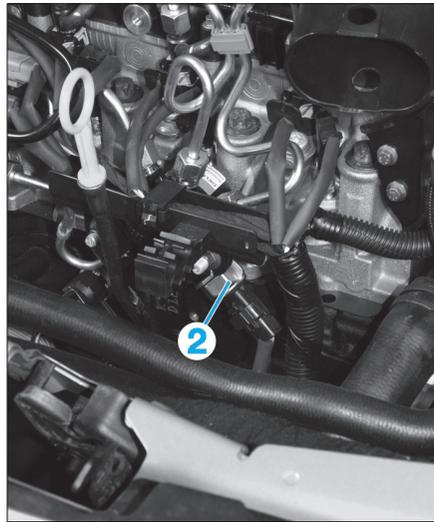

Fig. 6
- le connecteur du capteur de pression de rampe (2) (Fig.6).